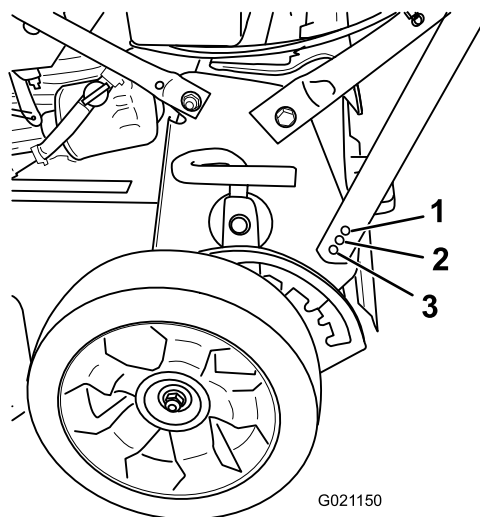

Figure 5
2. Retirez le boulon du guidon et insérez-le dans l'un des 3 trous situés au bas du support de guidon (Figure 5).